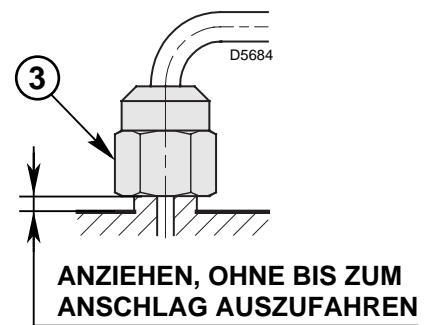

Abb. 13
- Bei der Wiedermontage des Düsenstockes die Mutter (3) anschrauben wie in Abb. 13 dargestellt.
- Um eine hermetische Dichtheit der Stauscheibe in ihrem Sitz zu gewährleisten, überprüfen dass mindestens 1 mm Federung zwischen Düsenstock und Gehäuse existiert. Demzufolge muss der Sperrbolzen (*Splint*) (11) mindestens 1 mm von der Flansch des Düsenstockes vorstrecken.